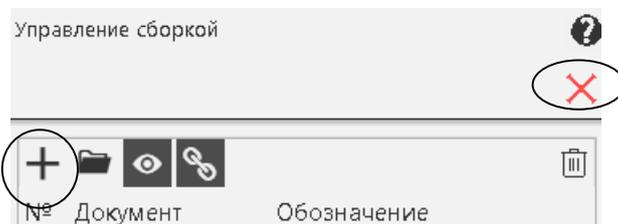

Рисунок 28. – Окно **Управление сборкой**
2. В появившемся окне **Управление сборкой** выберите команду  **Подключить документ** (рисунок 28). Подключите документ «Соединение болтом». В окне **Управление сборкой** нажмите  **Выход**.